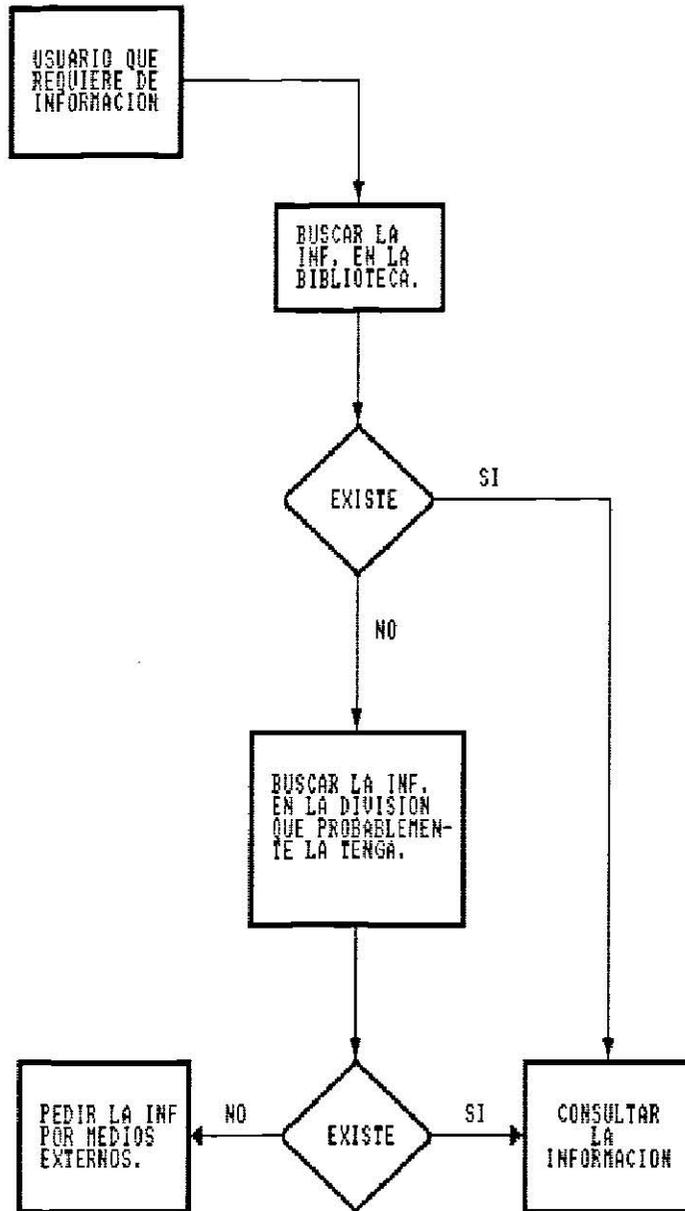

FIG. 3-2
- * Perdida de recursos (tiempo, dinero, esfuerzo, etc) en la obtención de información técnica. Vease la fig. 3-2 donde se muestra el proceso que se lleva actualmente para buscar la información.